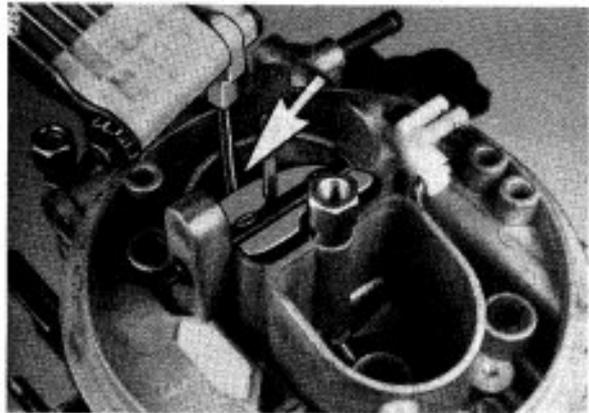

Bild 38
- Anschluß (7) mit Kappe (8) verschließen und Druckdifferenz (ca. 750 mbar) herstellen.
- Hebel (1) leicht in Pfeilrichtung drücken und Spaltmaß gemäß Bild 38 prüfen.
- Reduzierdüse (11), falls vorhanden, entfernen.
- Kappe (8) vom Anschluß (7) abnehmen und Vakuumtester einschalten. (Regelventil (6) geschlossen).
- Durch Drücken des Hebels (1) in Pfeilrichtung Druckdifferenz von  $200 \pm 50$  mbar herstellen und Spaltmaß gemäß Bild 38 prüfen.